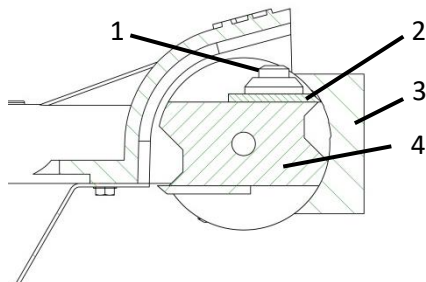

Fig. 9 Indstilling af kniv
- > Knivbolt løsnes (**1** – Fig. 9).
- > Skyd kniven (**2** - Fig. 9) helt tilbage.
- > Læg skydelære (**3** - Fig. 9) på valsen (**4** - Fig. 9), så den ligger på begge flader af valsen oppe og nede.